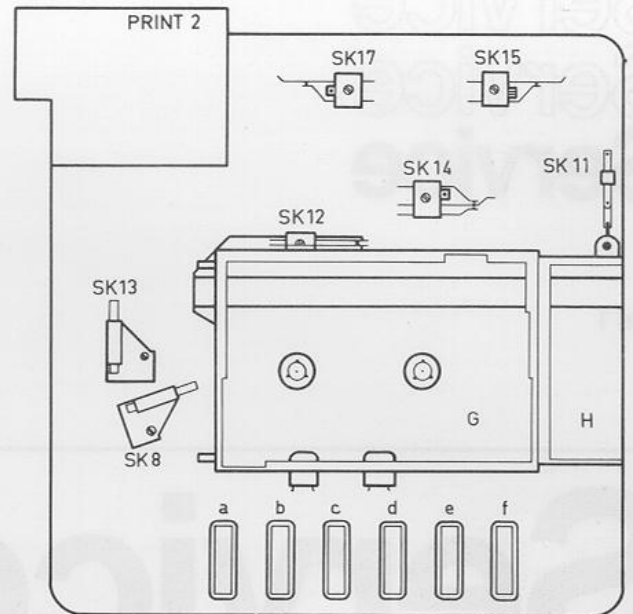

Fig. 1
A. FUNKTIES VAN DE SCHAKELAARS (fig. 1 en 2)